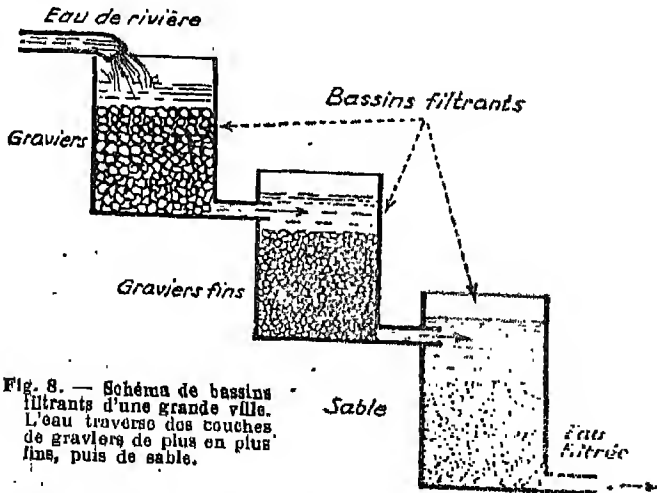

Fig. 8. — Schéma de bassins filtrants d'une grande ville. L'eau traverse des couches de graviers de plus en plus fins, puis de sable.
a) Les bassins filtrants des grandes villes. — Pour alimenter les villes, il faut une énorme quantité d'eau. Elle est prise à un cours d'eau et conduite dans de vastes bassins. Elle en sort filtrée après avoir traversé des couches épaisses de graviers et de sables fins qui retiennent les microbes (fig. 8).